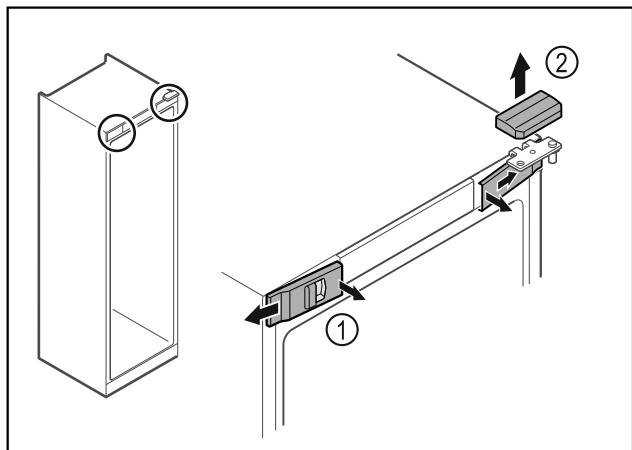

Fig. 14
- ▶ Откопчайте предните капаци Fig. 14 (1) отвътре и свалете настрани.
- ▶ Свалете горния капак Fig. 14 (2) нагоре.